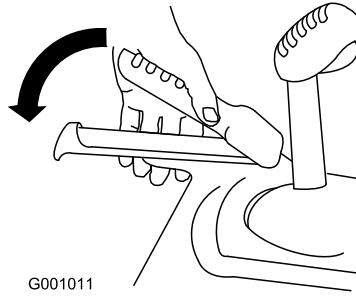

Figure 10
3. Serrez le levier gauche (déplacement) contre la poignée (Figure 10).
- Serrez le levier gauche (déplacement) contre la poignée (Figure 10).